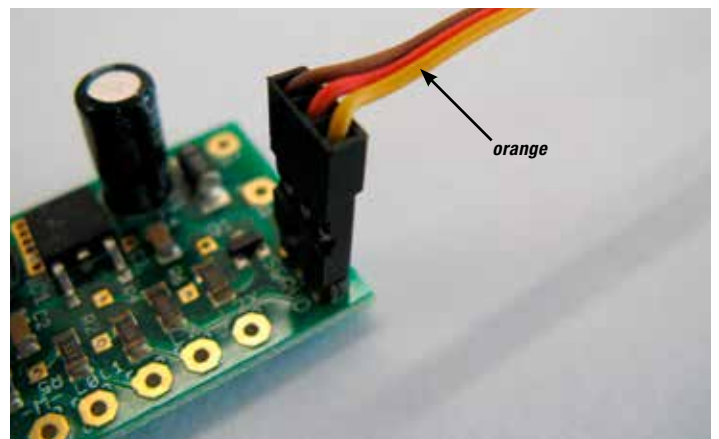

Bild 1 · Picture 1 · Image 1 · Imagen 1 · Foto 1
1. Servoanschluss: Zunächst den Stecker des Servos auf die Platine stecken. Das orange Kabel muss dabei nach außen zeigen (Bild 1).
1. Conectar el servomotor: Primero enchufar el enchufe del servomotor en la platina. El cable de color naranja debe mostrar hacia afuera (imagen 1).